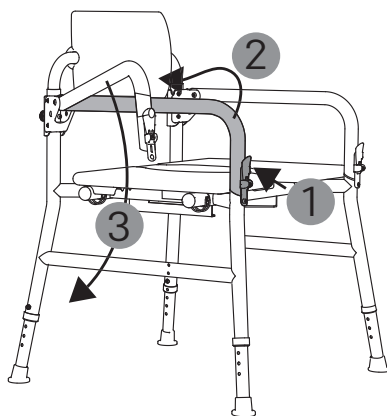

fig. 20
2. For at svinge sidedelen ud skal du låse låseanordningen op. Dette gøres ved at trække låsearmen hen imod dig selv (1, fig. 20).
3. Frigør sidedelen fra den del, den er fastgjort i, ved at løfte den op og ud til siden (2, fig. 20).
4. Sidedelen kan herefter svinges nedad (3, fig. 20).